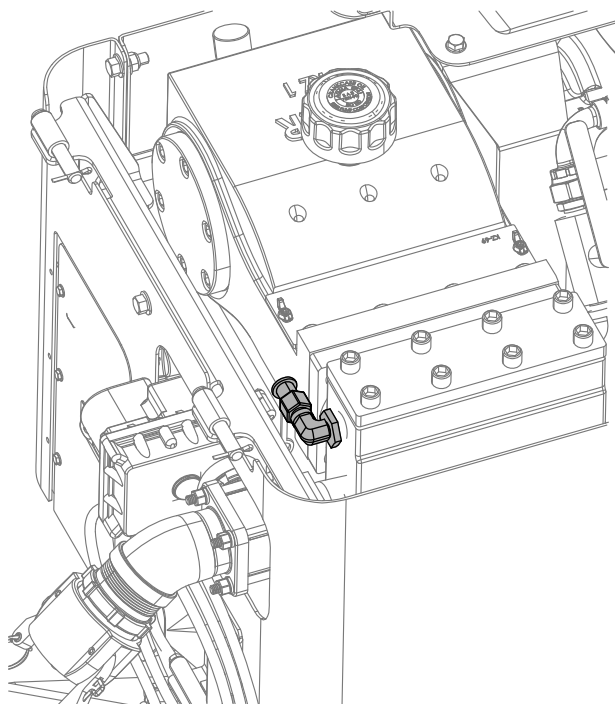

Рисунок 123
5. Подсоедините съемный поливной шланг к штуцеру (Рисунок 123).